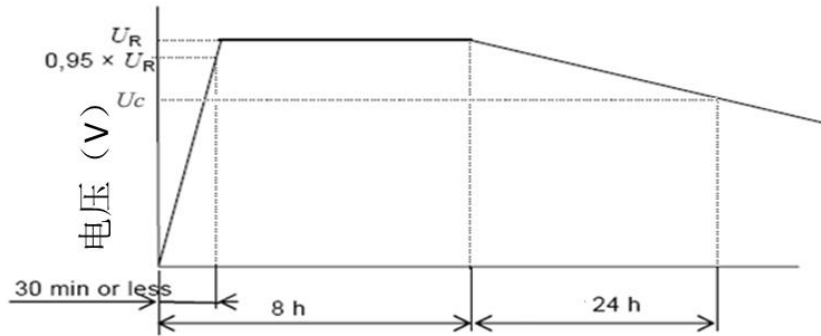

图5 自放电测试曲线图
- 在恒压充电 8h 结束后，将电容器两端从电压源断开，置于标准条件下 24h 后，测量电容器两端的残留电压 U_C ，如图 5 所示。